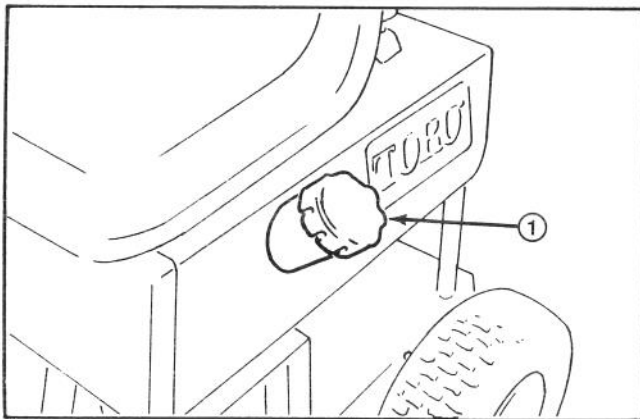

Abbildung 11
1. Den Bereich um den Tankdeckel reinigen, um nach Entfernung des Deckels ein Eindringen von Fremdkörpern in den Tank zu vermeiden. Dann den Tankdeckel entfernen (Abb. 11).